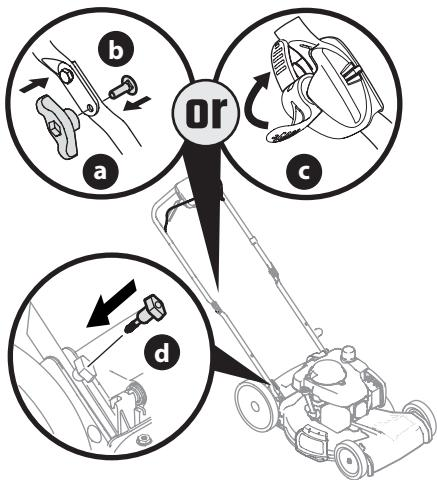

Figure 8
4. Replacez les boutons étoile ou les écrous papillon (a) et les boulons de carrosserie (b) retirés à l'étape 2 dans les trous de la partie inférieure du guidon ou placez les loquets (c) dans la position de verrouillage. Voir Figure 8.